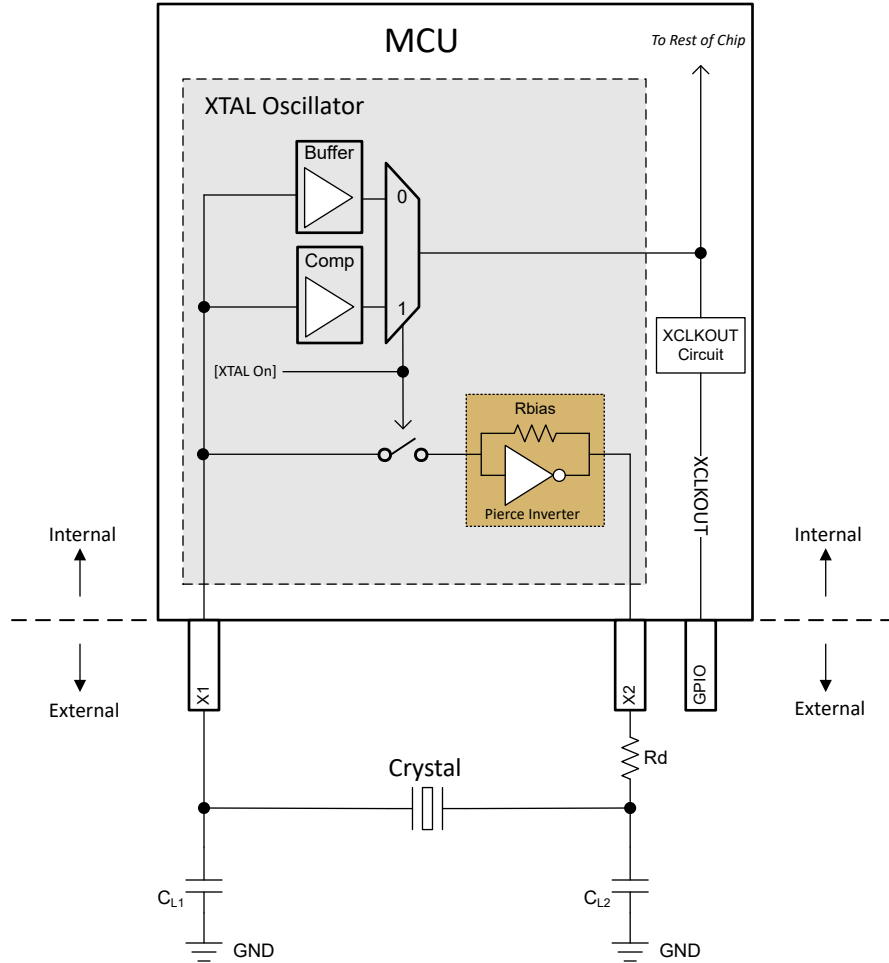

图 7-20. 电子振荡器方框图
该器件中的电子振荡器是皮尔斯振荡器。它是一个正反馈逆变器电路，需要一个调优电路才能振荡。当这个振荡器与一个兼容的晶体配对时，会形成振荡电路。该振荡电路在晶体的基频处振荡。在该器件上，由于分流电容器 (C0) 和所需的负载电容器 (CL)，振荡器被设计成在并联谐振模式下运行。图 7-20 所示为电子振荡器和振荡电路的元件。
根据图 7-20，CL1 和 CL2 是串联的；因此，要找到晶体看到的等效总电容，必须应用电容串联公式：如果  $CL1 = CL2$ ，只需计算  $[CL1]/2$  即可。